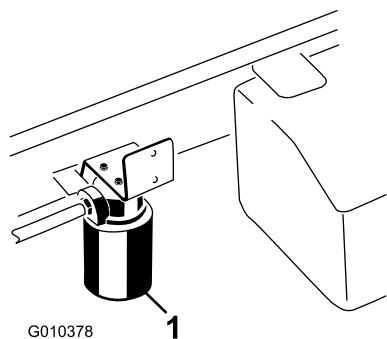

Figura 64
5. Coloque un recipiente debajo del filtro y retire el filtro (Figura 64).